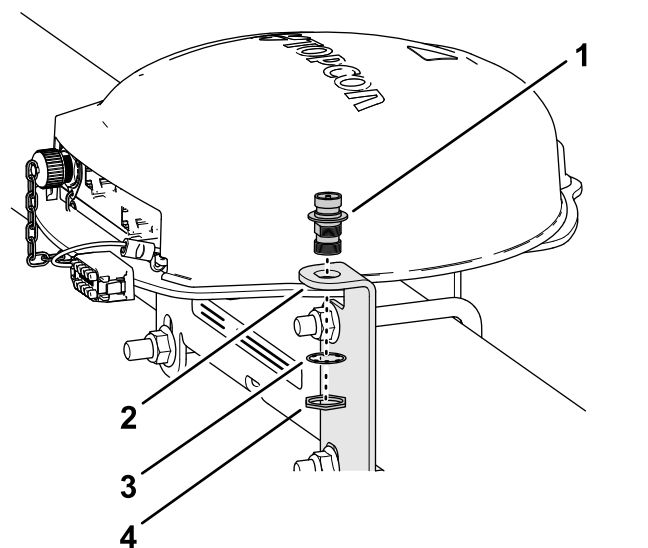

図 153
1. 同軸カップラのねじ部分を下に向けて RTK アンテナ用ブラケットの開口部に通す図 153。
2. ロックワッシャとジャムナットで同軸カップラをアンテナブラケットに組み付け、ジャムナットを手締めする図 153。